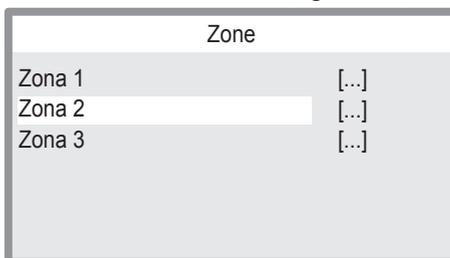

Figura 2.28
- Premere i tasti 12 o 13 (Figura 2.22) per selezionare il menu desiderato (Figura 2.28).